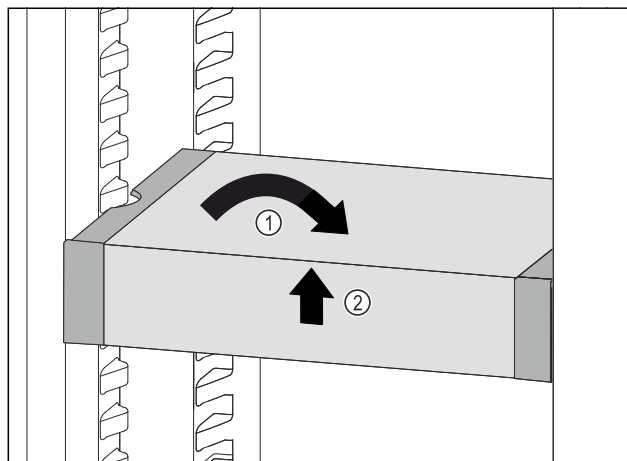

Fig. 240
- Predal VarioSafe postavite ravno. Fig. 240 (1)
- Predal VarioSafe dvignite spredaj. Fig. 240 (2)